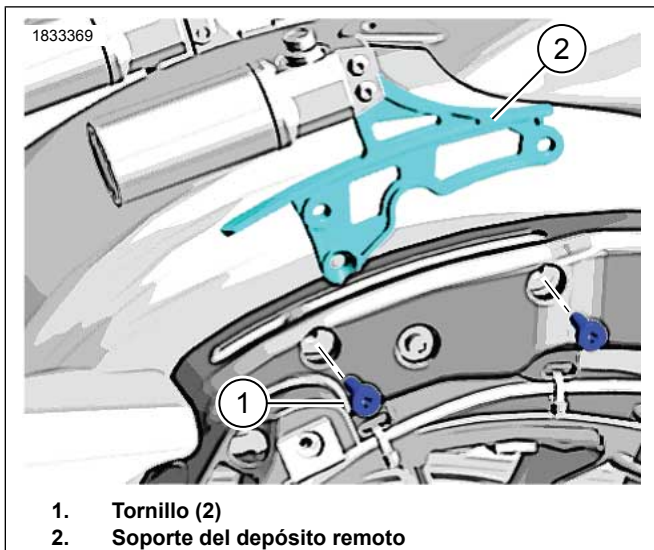

Figura 2. Retire el soporte del depósito remoto
1. Consulte la Figura 2. Retirar tornillos (1). Deséchelos.
2. Retire el soporte del depósito remoto de Equipo original (OE) (2).